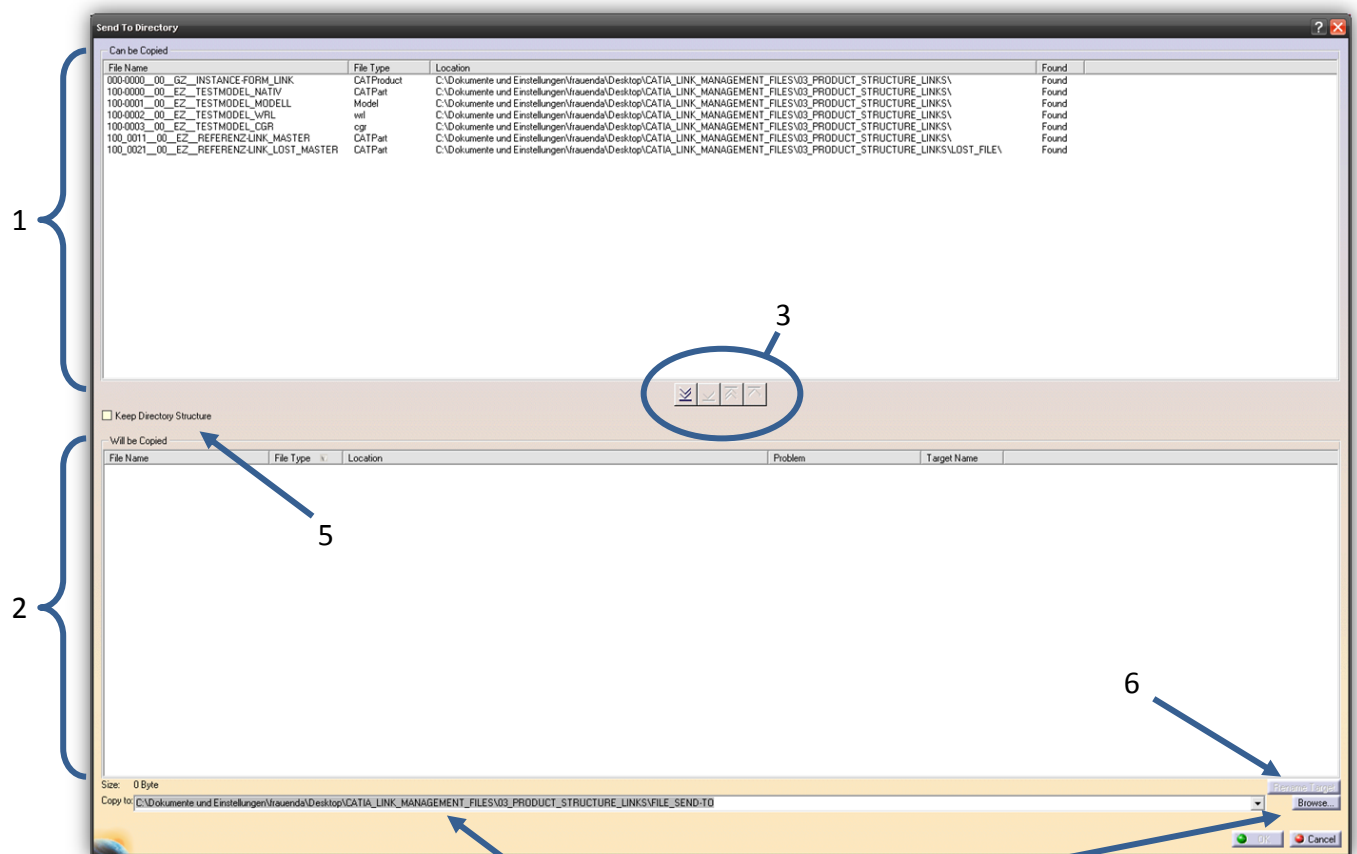

Abb. 8: Send-To Dialogbox
- Auswahl aller Dokumente die mit dem Hauptprodukt (bzw. Hauptzeichnung) in Beziehung stehen (siehe Abb. 8: Send-To Dialogbox)